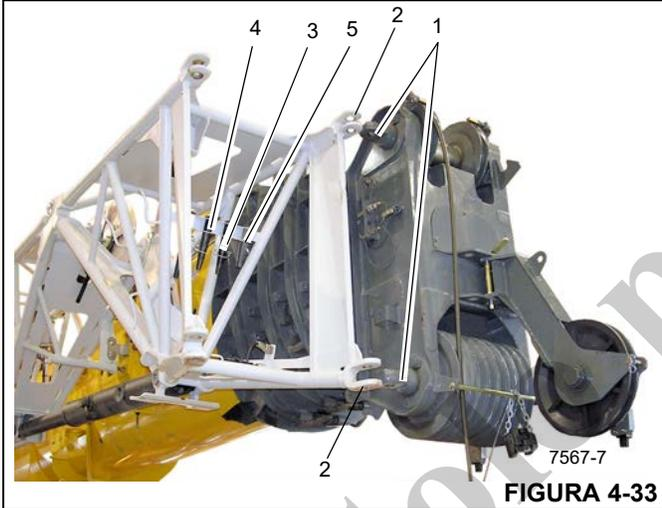

**FIGURA 4-32**
3. Fije un cable guía (3) (Figura 4-32) en la parte delantera de la extensión.
- a. Dirija el cable guía alrededor del extremo de la extensión y a través de una escuadra (4) (Figura 4-32) en la pluma principal y de vuelta.
6. Retire las pinzas de retención (1) (Figura 4-32) y tire de los pasadores (2) para sacarlos de los puntos de conexión. Inserte los pasadores en el sujetador y asegure con las pinzas de retención.